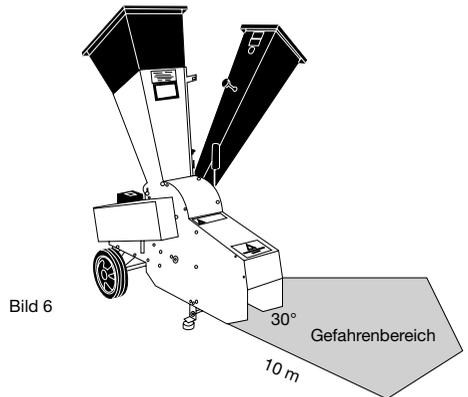

Bild 6
** Der Aufenthalt von Personen im Gefahrenbereich der Maschine ist verboten** (siehe „Bild 6“).